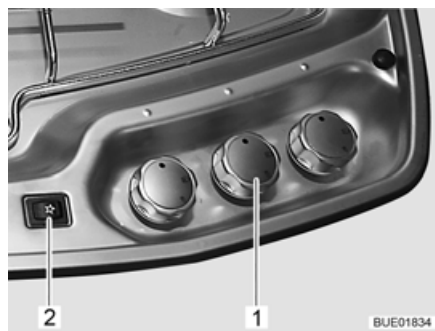

Bild 173 Reglage, knappar för gasspis
- Vrid vridregulatorn (Bild 173,1) till önskad låga till tändningsläge (stor låga).
- Tryck på tändknappen (Bild 173,2). Nu bildas tändgnistor vid brännaren.